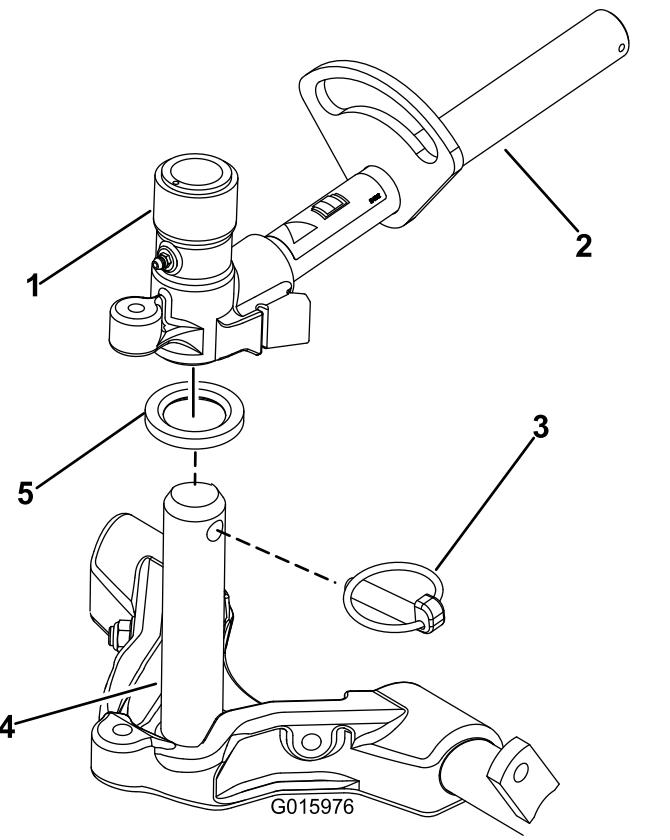

Figura 16
8. Revista o veio da estrutura de suporte com lubrificante novo (Figura 16).
9. Nas unidades de corte dianteiras, faça deslizar uma unidade de corte sob o braço de elevação enquanto insere o veio da estrutura de suporte para cima para dentro da forquilha da articulação do braço de elevação (Figura 16). Certifique-se de que a anilha de encosto está no sítio no veio da estrutura de suporte.
10. Prenda o veio da estrutura de suporte à forquilha do braço de elevação com o pino de encaixe (Figura 16).
- B. Insira a forquilha do braço de elevação no veio da estrutura de suporte (Figura 16).